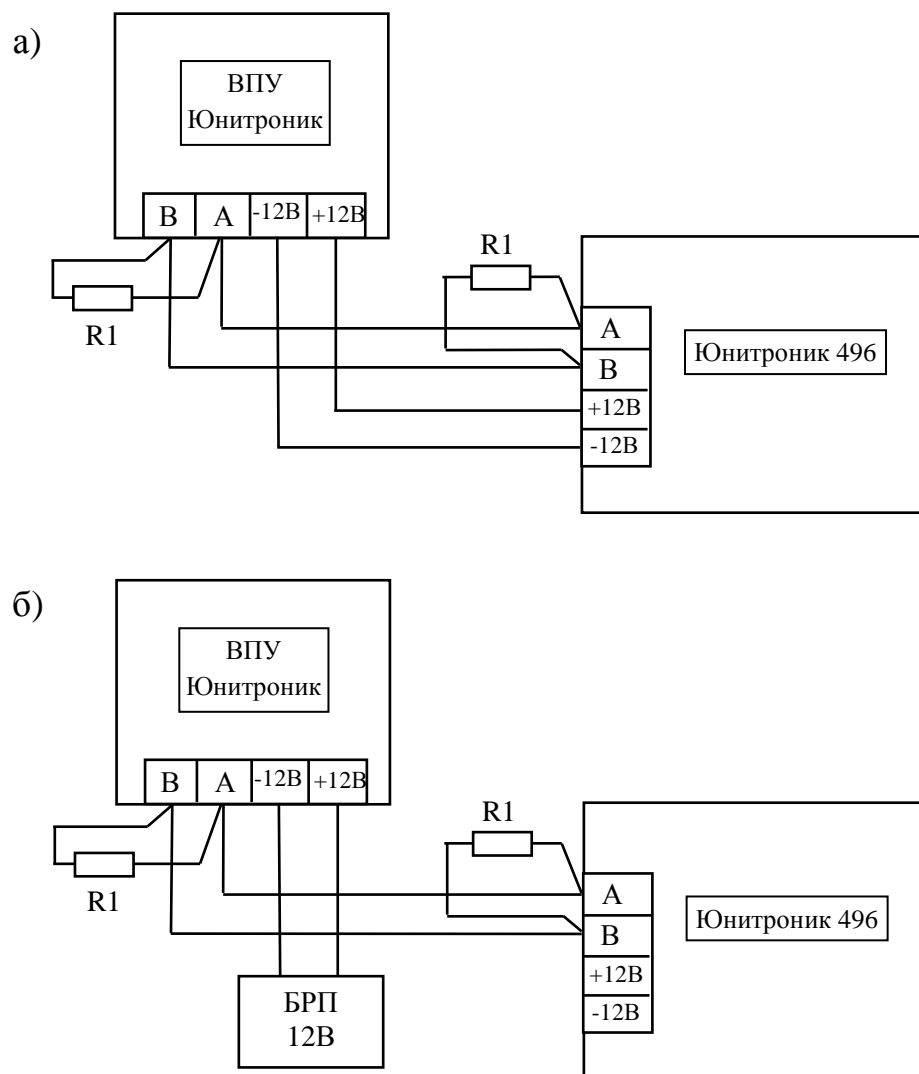

Рис. 9. Схема подключения выносного пульта управления к прибору:
7.1.3. Подключить ВПУ согласно схеме на рис.9. По первому варианту рис.9а питание пульта осуществляется от прибора, по второму варианту рис.9б - от дополнительного резервного источника питания 12В.